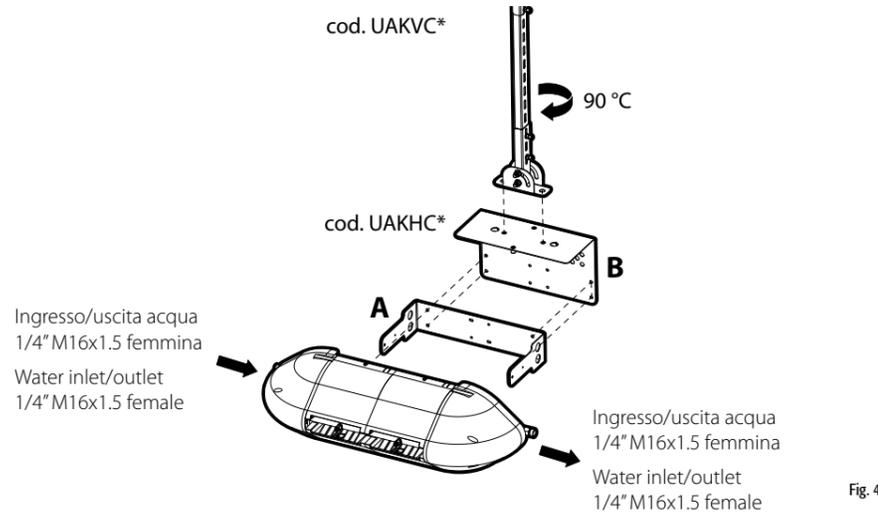
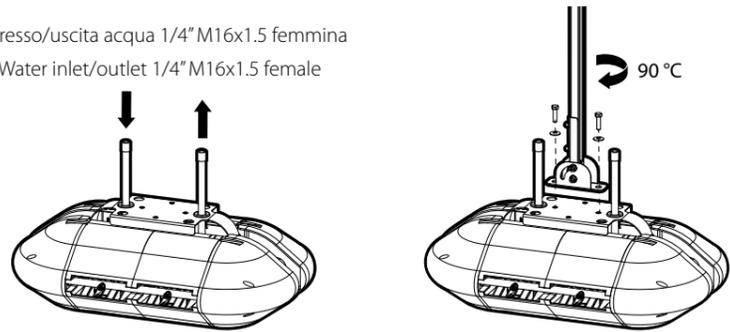

Fig. 4
Fig. 5
Vedi Fig. 4 e Fig. 5 per lo schema di assemblaggio. Il posizionamento delle testate deve essere idoneo a permettere il totale assorbimento dell'acqua spruzzata. Per questo si consiglia di installare le testate a debita distanza le une dalle altre, ad una sufficiente altezza dal pavimento e con uno spazio frontale libero da ostacoli. In presenza di condotte di aerazione, considerare la possibile deviazione dei flussi di acqua nebulizzata.
4. Collegamento della linea idraulica all'ingresso delle testate (M16x1.5). La lunghezza massima della linea idraulica dal cabinet alla testata ventilante più lontana è di 50 m. Nelle testate singole ingresso e uscita sono posizionati lateralmente (Fig. 4) mentre nelle testate doppie si trovano nella parte centrale della testata (Fig. 5), in prossimità della piastra di fissaggio UAKHC*.
See Fig. 4 and Fig. 5 for the assembly diagram. The blowers must be positioned so to allow total absorption of the sprayed water. For this reason, it is recommended to install the blowers at an appropriate distance from each other, at a sufficient height above the floor and with free space at the front. Where ventilation ducts are installed, consider deviating the flow of atomised water.
4. Connect the water line to the blower unit inlet (M16x1.5). The maximum length of the water line from the cabinet to the blower is 50 m. On single blower units, the inlet and outlet are positioned on the side (Fig. 4) while on double blowers they are in the centre (Fig. 5) near the fixing plate UAKHC*.
Nel caso di montaggio a parete (solo per testate singole DLAXxxF, Fig. 4):
sfilare dalla testata ventilante la staffa presente sul retro (Fig. 4, componente A). Appoggiare la staffa al muro, nella posizione in cui si desidera fissare la testata, ed effettuare 4 fori utilizzando la staffa in acciaio come dima per guidare la foratura. Successivamente, fissare il supporto metallico utilizzando delle viti a tassello (non fornite in dotazione). Infilare dunque la testata attraverso le sporgenze della staffa di supporto a muro. Procedere poi al fissaggio della testata ventilante sulla staffa, utilizzando le viti che si trovano in un sacchetto all'interno dell'imballo. Per fissare la prima vite (M6 autofilettante su foro Ø=5.5 mm), si consiglia di allentare leggermente le viti dei morsetti ad anello che sostengono il collettore porta ugelli, in modo da poterlo ruotare liberandosi lo spazio per procedere con l'operazione. Fissare una vite a destra e una vite a sinistra. Successivamente procedere al fissaggio della terza vite (M4 autofilettante su foro Ø=3.5 mm) sulla parte destra della testata (quella opposta alla morsettiera). Nel fissaggio di questa vite, si può scegliere l'orientamento della testata tra -10°/-5°/0°/+5°/+10° rispetto la direzione orizzontale, andando ad utilizzare uno dei 5 piccoli fori predisposti.
Nel caso di montaggio a soffitto (cod DLAXxxF e DLAXxxB, Fig. 4 e Fig. 5):
Dopo il fissaggio della testata ventilante si può procedere con il collegamento idraulico dei tubi provenienti dal cabinet. Nel caso di testate singole i raccordi sono posti lateralmente (Fig. D), diversamente, nel caso di testate doppie l'ingresso dei tubi è posto nella parte superiore (Fig. 5). La direzione del flusso d'acqua non è rilevante al fine del funzionamento della testata ventilante. Rispettare lo schema idraulico come predisposto dal progetto e fare riferimento al manuale di humiFog o humiFog Direct per la descrizione del circuito idraulico completo.
For wall-mounting (only single blowers DLAXxxF, Fig. 4):
Remove the bracket on the rear (Fig. 4, Component A). Place the bracket on the wall in the position where the blower will be mounted, and drill four holes, using the steel bracket as the drilling template. Next, secure the metal support using the screws and anchors (not supplied). Then slide the blower onto the protrusions on the wall support. Fix the blower to the bracket using the screws supplied in a bag in the packaging. When tightening the first screw (M6 self-tapping in Ø = 5.5 mm hole), it is advisable to slightly loosen the screws on the pipe clamps that support the nozzle manifold, so that this can rotate and free up the space needed to proceed with the operation. Tighten one screw on the right and one screw on the left. Next, fasten the third screw (M4 self-tapping in Ø = 3.5 mm hole) on the right side of the blower (opposite the terminal block). When tightening this screw, blower orientation can be selected between -10°/-5°/0°/+ 5°/+ 10° from the horizontal, using one of the five small holes provided.
For ceiling mounting (DLAXxxF and DLAXxxB, Fig. 4 and Fig. 5):
After fixing the blower, the water lines from the cabinet can be connected. For single blowers, the fittings are on the side (Fig. D), otherwise, for double blowers, the water inlet is at the top (Fig. 5). The direction of water flow is not important for operation of the blower unit. Refer to the specific water circuit diagram and the humiFog or humiFog Direct manual for a complete description of the water circuit.